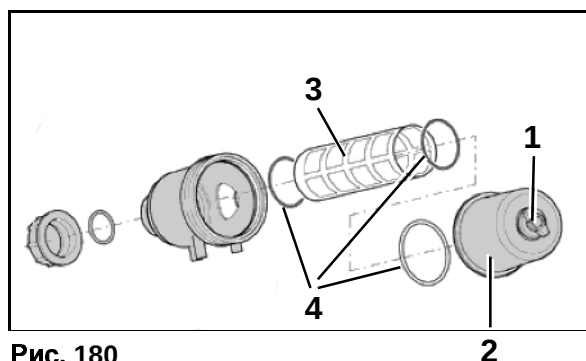

Рис. 180
Чистите приемный фильтр (Рис. 180) ежедневно после режима эксплуатации.
5. Открутите блокирующий винт приемного фильтра (Рис. 180/1).
6. Снимите крышку (Рис. 180/2).
7. Извлеките патрон фильтра (Рис. 180/3) и почистите водой.
8. Проверьте, не повреждены ли кольца круглого сечения (Рис. 180/4).
Следите за правильной установкой колец круглого сечения (Рис. 180/4).